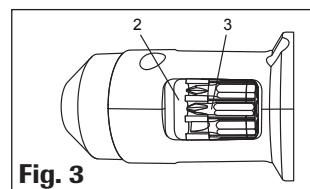

Fig. 3
- Ruotare il tamburo con le punte (2) fino a raggiungere la punta desiderata (3). Nella finestra a ingrandimento potrete assicurarvi di aver selezionato la punta giusta. Fig.3